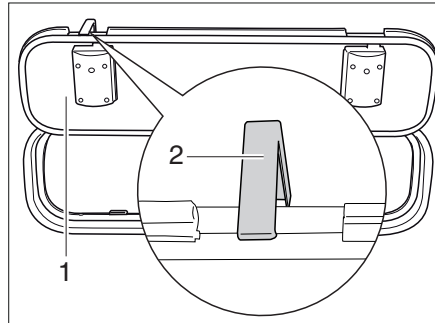

Bild 54 Sicherungshaken Außenklappe
- Die Außenklappe (Bild 54,1) öffnen und Sicherungshaken (Bild 54,2) an der Fahrzeugwand nach oben drehen.
- Den Sicherungshaken (Bild 54,2) nach oben drücken.